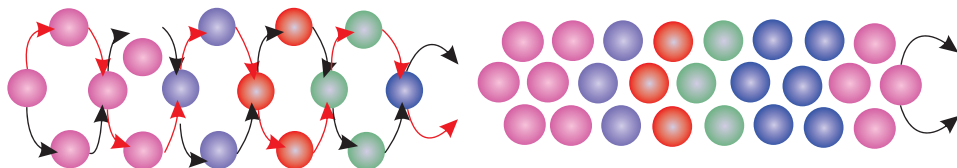

Рис. 7. Плетение крестом
6. Плетение крестом (рис. 7). Плетение крестом также называют плетением в две нити (на самом деле нить одна, но работают два её кончика). Нитка берётся за два кончика и в середину нанизываются 3 бисеринки, а 4-ую закрепляют методом плетения навстречу, затем кончики нитей затягиваются. Потом на левый и правый кончики нити нанизывается по бисеринке, а следующую бисеринку нанизывают способом плетения навстречу, затягивают нить. И так далее...